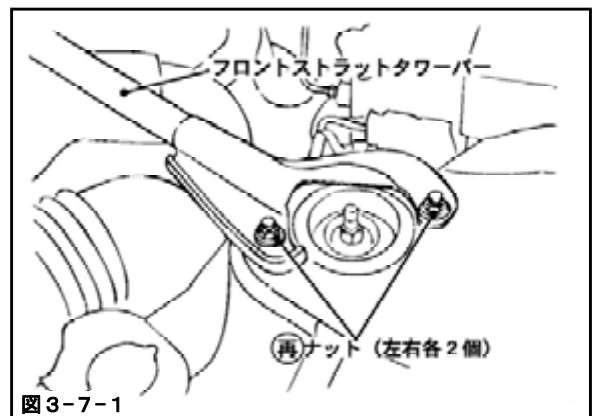

図3-7-1
- (1) 再ナット (左右各2個) を使用して、フロントストラットタワーバーを取付けてください。(図3-7-1) (BCNR33, BNR34)